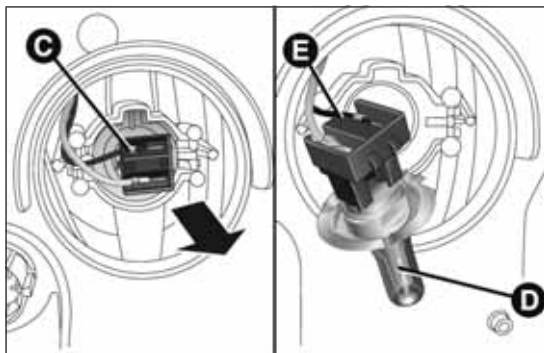

fig. 173
- ☐ quitar el grupo conector + portalámparas C fig. 173 extrayéndolo hacia el exterior;